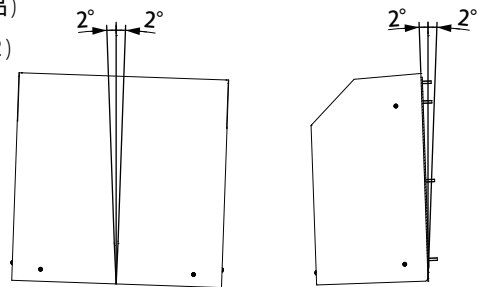

図2
- ・ 前後左右とも傾きがないよう(±2°以下)に、水準器などで確認してください。(図2)